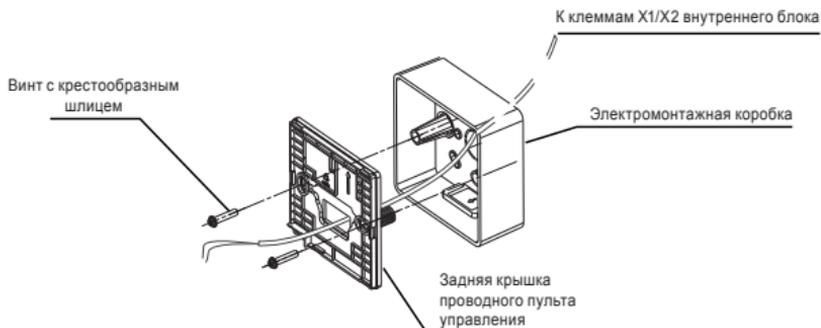

Рисунок 3.6
**3-3-4** Возьмите экранированный кабель, заранее заложённый в стену, и проденьте его через отверстие для кабеля, предусмотренное в задней крышке. Винтами с головкой Philips (доп. принадлежность 1) прикрепите заднюю крышку проводного пульта управления к электромонтажной коробке через опорные втулки. Убедитесь в том, что задняя крышка не деформирована после монтажа (см. Рисунок 3.6).